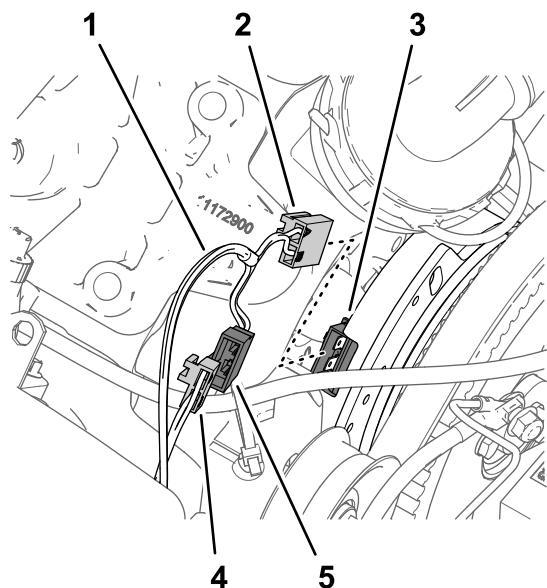

Рисунок 169
2. Подсоедините 2-штыревой разъем ответвления жгута проводов длиной 84 см из комплекта с маркировкой PUMP CLUTCH (МУФТА НАСОСА) к 2-гнездовому разъему жгута проводов машины с маркировкой SPRAY PUMP COIL (ОБМОТКА НАСОСА ОПРЫСКИВАТЕЛЯ) (Рисунок 169).
3. Подсоедините 2-гнездовой разъем жгута проводов из комплекта с маркировкой PUMP CLUTCH (МУФТА НАСОСА) к 2-штыревому разъему генератора (Рисунок 169).